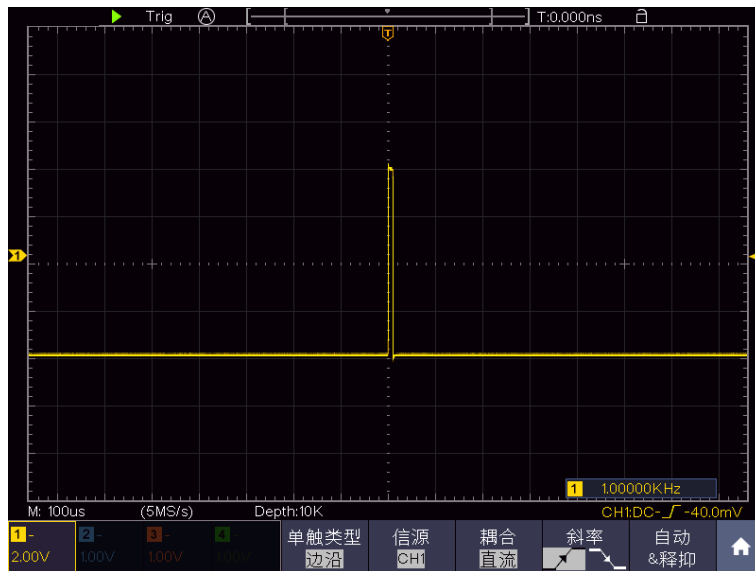

图 7-3: 捕捉单次信号
- (2) 按CH1键选中该通道，旋转 B 旋钮调整垂直档位。按下 HOR 键灯亮，旋转 B 旋钮调整水平档位，为观察的信号建立合适的垂直与水平范围。
- (3) 点击 ，显示功能菜单，点击菜单中的 采集，显示采样菜单。
- (4) 在下方菜单中选择 采集模式。在右侧菜单中选择 峰值检测。
- (5) 点击 ，显示功能菜单，点击菜单中的 触发，显示触发菜单。
- (6) 在下方菜单中选择 单触类型。在右侧菜单中选择 单触。
- (7) 在左侧菜单中选择触发模式为 边沿。
- (8) 在下方菜单中选择 信源，在右侧菜单中选择 CH1。
- (9) 在下方菜单中选择 耦合；在右侧菜单中选择 直流。
- (10) 在下方菜单中选择 斜率 为 （上升）。
- (11) 旋转“旋钮A”，调整触发电平到被测信号的中值。
- (12) 若屏幕上方 触发状态指示 没有显示 Ready，则按下 Run/Stop（运行/停止）按键，启动获取。等待符合触发条件的信号出现。如果有某一信号达到设定的触发电平，即采样一次，显示在屏幕上。利用此功能可以轻易捕捉到偶然发生的事件，例如幅度较大的突发性毛刺：将触发电平设置到刚刚高于正常信号电平，按 Run/Stop（运行/停止）按键开始等待，则当毛刺生时，机器自动触发并把触发前后一段时间的波形记录下来。通过旋转面板上水平控制区域的 A 旋钮，改变触发位置的水平位移可以得到不同长度的负延迟触发，便于观察毛刺发生之前的波形。见图 7-3。